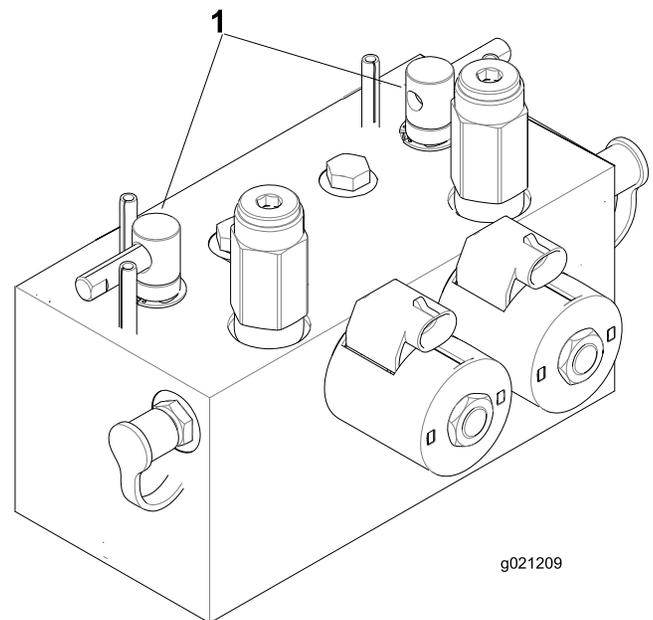

Figura 109
2. Desbloquee y levante el asiento para poder acceder a las palancas de autoafilado (Figura 109).
5. Seleccione la palanca de autoafilado correspondiente a los molinetes que desea autoafilar: delanteros, traseros o ambos (Figura 109).